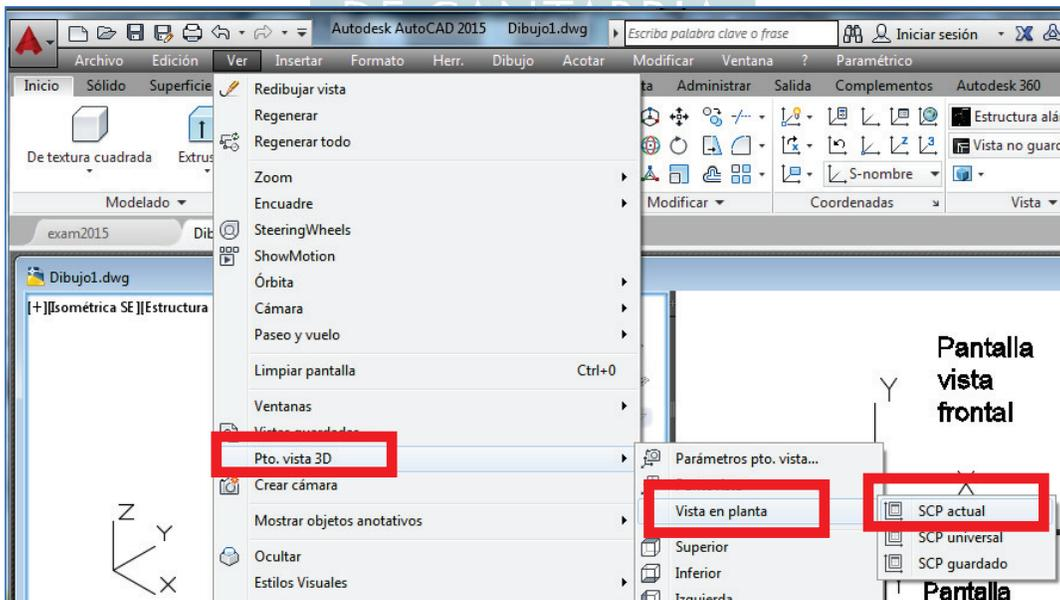
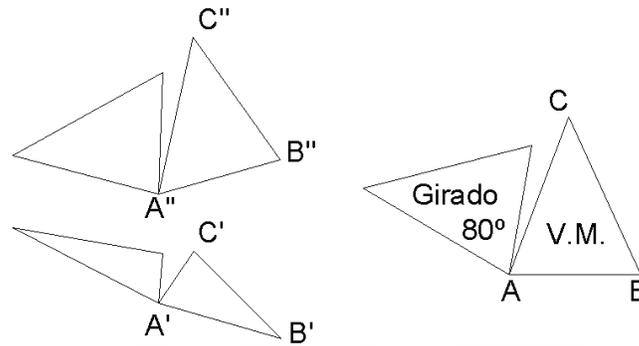

Figura 5. Actualización de pantalla.
Figura 6. A la izquierda se representa el triángulo inicial y girado. A la derecha están situados en el SCP de dicho plano.
1. Con el menú de persiana que se muestra en la figura 5 y
Representado el triángulo en CAD, para obtener su verdadera magnitud, se ha de situar el sistema de coordenadas auxiliares mediante la orden del SCP: , de modo que XY coincida con el plano que definen los puntos A,B,C. Se visualiza en una ventana siguiendo los pasos indicados en la figura 5, mostrándose en VM en la figura 6.